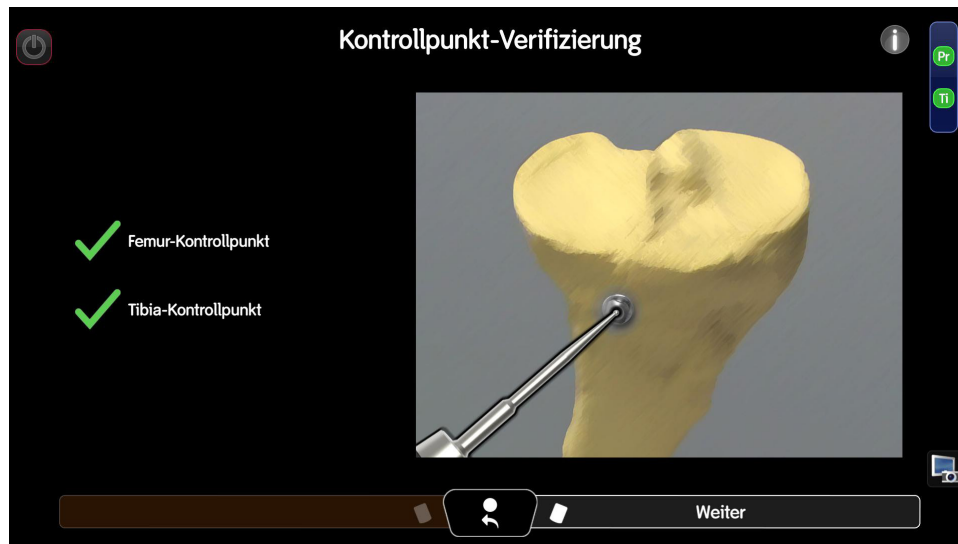

Abbildung 82. Bildschirm **Kontrollpunkt-Verifizierung**
2. Der Bildschirm **Kontrollpunkt-Verifizierung** wird angezeigt (Abbildung 82).
Der Bildschirm **Kontrollpunkt-Verifizierung** wird angezeigt (Abbildung 82).